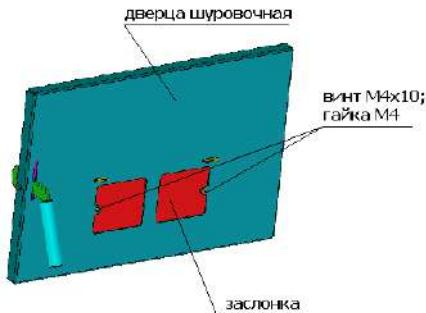

Рис.29 Крепление заслонки (крышка не показана)
7.1.3 На шуровочной дверце 1 (**рис.2**) снять кронштейн 4 (**рис.9**). Из комплекта горелки KOP 4/25 или KOP 12/50 (табл.2) на шуровочную дверцу с внутренней стороны (**рис.29**) крепить заслонку (изоляцией на дверцу).